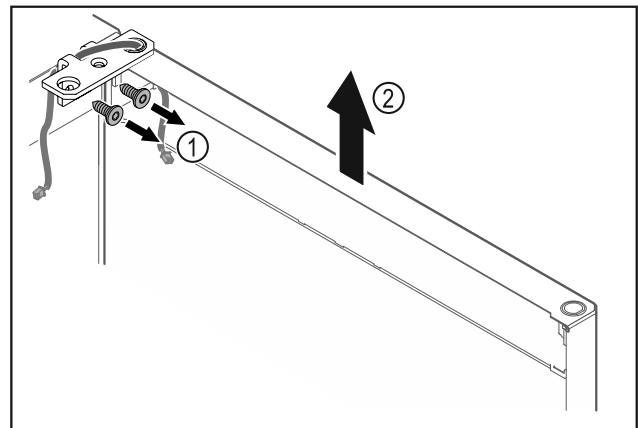

Fig. 15
- ▶ Odšroubujte úhelník závěsu Fig. 15 (1).
- ▶ Zvedněte dvířka včetně úhelníku závěsu Fig. 15 (2) přibližně 200 mm rovně směrem nahoru a vyjměte je.